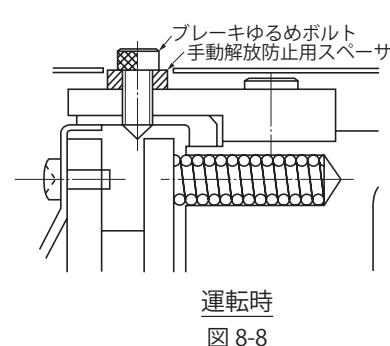

図 8-8
- (2)ブレーキを解放した後、再び元の状態に復帰させる場合は、安全のため(1)で取り外した手動解放防止用スペーサを元どおりに取り付けてください。(図 8-8 参照)
- (3)ブレーキゆるめボルトのサイズは次の通りです。